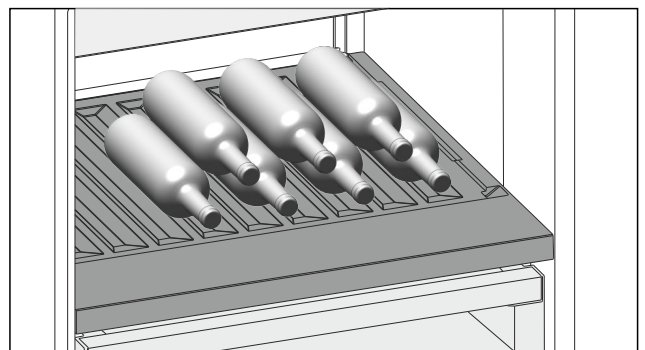

Fig. 98
- Inserire le bottiglie con il fondo rivolto verso la parte posteriore. (vedere Fig. 98)